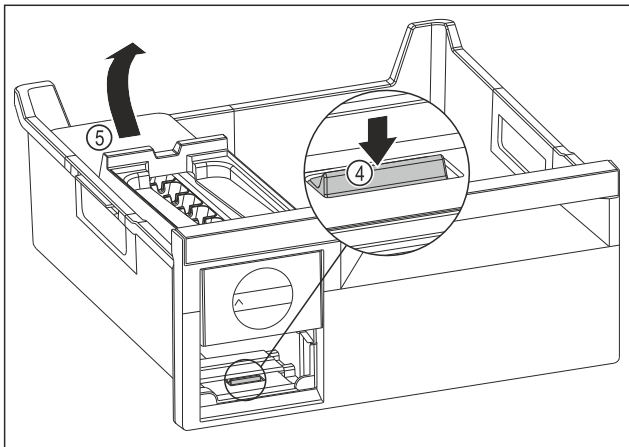

Fig. 212
- ▶ Vegye ki az EasyTwist-Ice egység testét: Nyomja le a fület Fig. 212 (4) az ujjával, és ezzel egyszerre emelje meg a másik kezével hátulról az EasyTwist-Ice egység testét Fig. 212 (5).